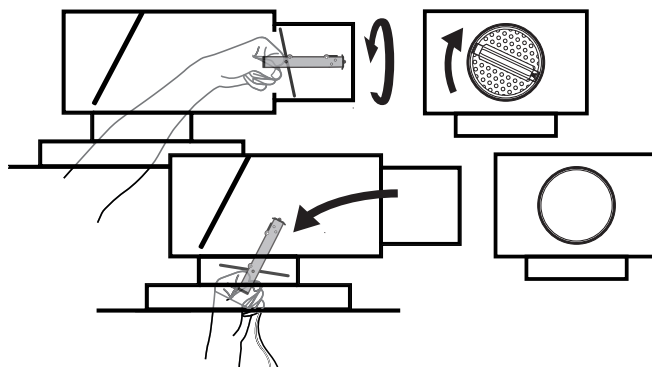

Bild 5. Spjällinsatsen vrids moturs för att lossas från lådan.
- Ta tag i handtaget och vrid spjällinsatsen moturs så att den lossnar och dra ut spjällinsatsen ur lådan, se bild 5.